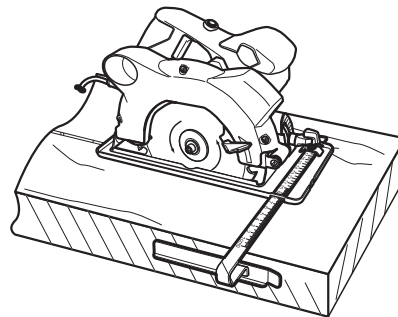

Fig. 13
- > Placez le produit latéralement sur la pièce à travailler et guidez-le le long du bord (Fig. 13).